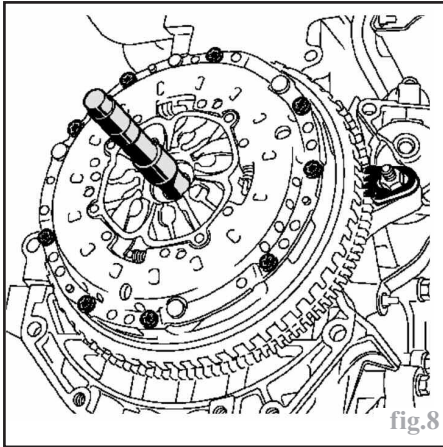

fig.8
- Centrer le disque à l'aide du manchon de centrage (fourni dans le kit d'embrayage) (fig.8).